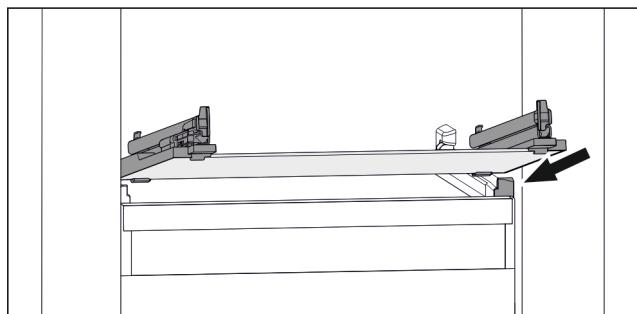

Fig. 130 Примерно изображение на стъклената плоча
- Поставете стъклената плоча под ъгъл зад ограничителите. (виж Fig. 130)